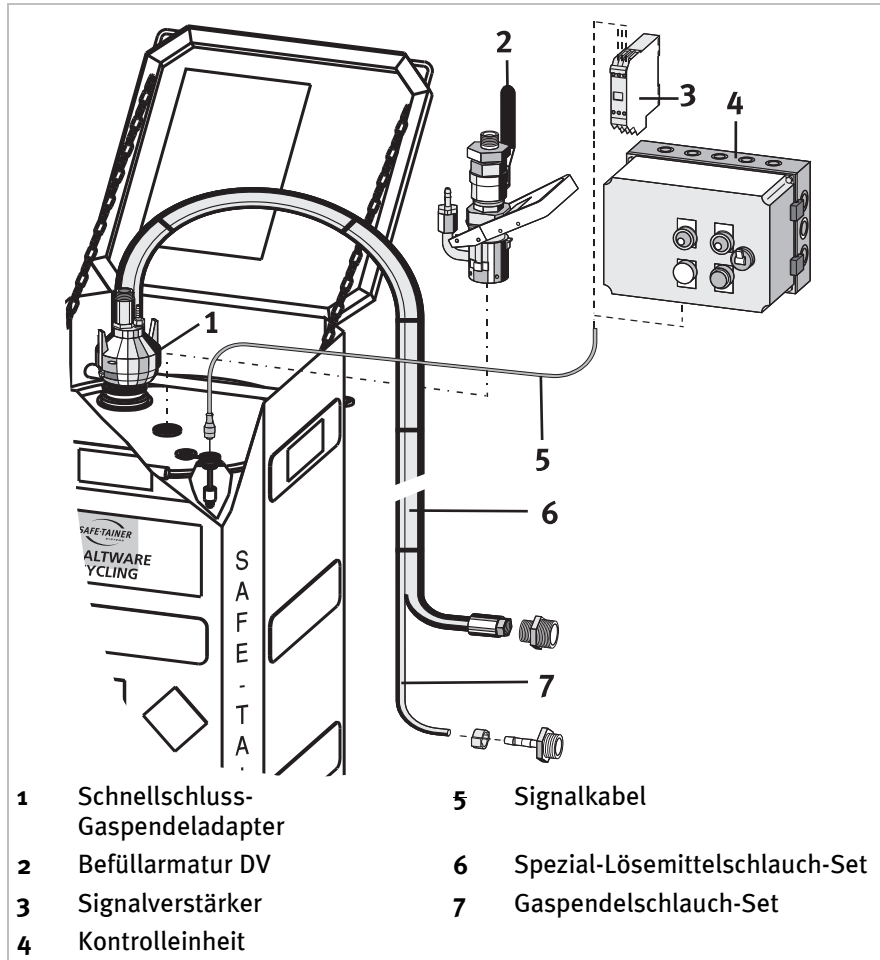

Abbildung 5: Mindestanforderungen zur Inbetriebnahme des SAFE-TAINER Systems für Altware
- Altware, siehe Abbildung 5 auf Seite 13
- SPS (Signalkabel notwendig, siehe Position (5) in Abbildung 5 auf Seite 13)
- Signalverstärker siehe Position (3) in Abbildung 5 auf Seite 13
- Kontrolleinheit siehe Position (4) in Abbildung 5 auf Seite 13